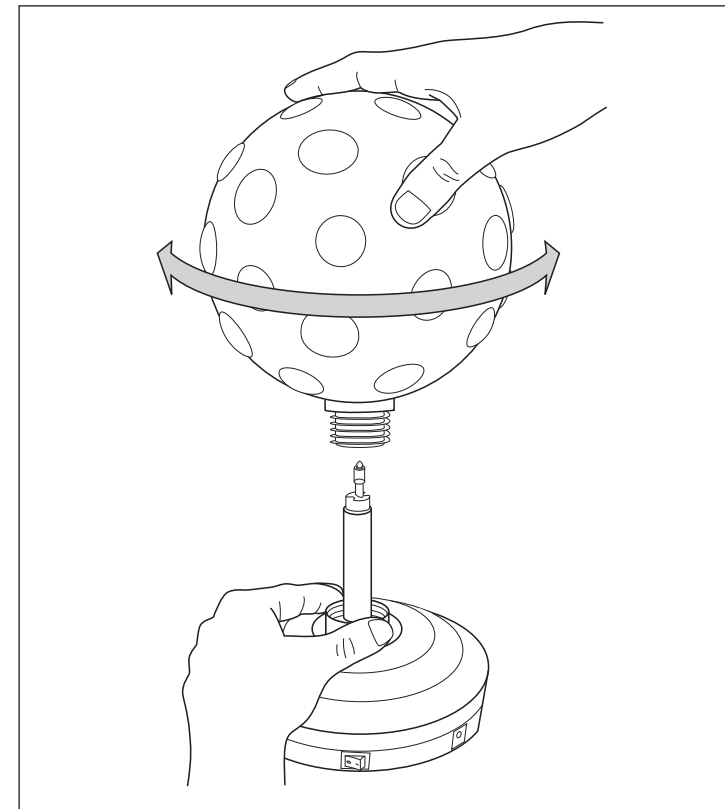
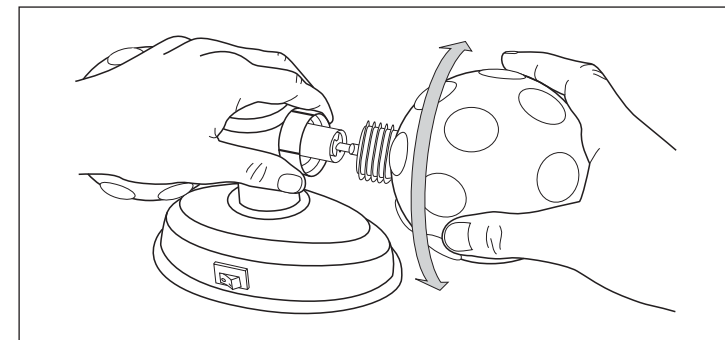

Fig. 1 : Changement d'ampoule de la boule disco simple
Fig. 2 : Changement d'ampoule de la boule disco jumelle
- Maintenez l'écrou de fixation de la tête de la boule et tournez la boule dans le sens inverse des aiguilles d'une montre pour la démonter du socle (cf. Fig. 1 et Fig. 2).